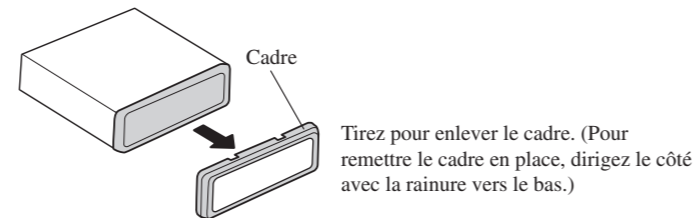

Fig. 10
1. Déposez le cadre. (Fig. 10)